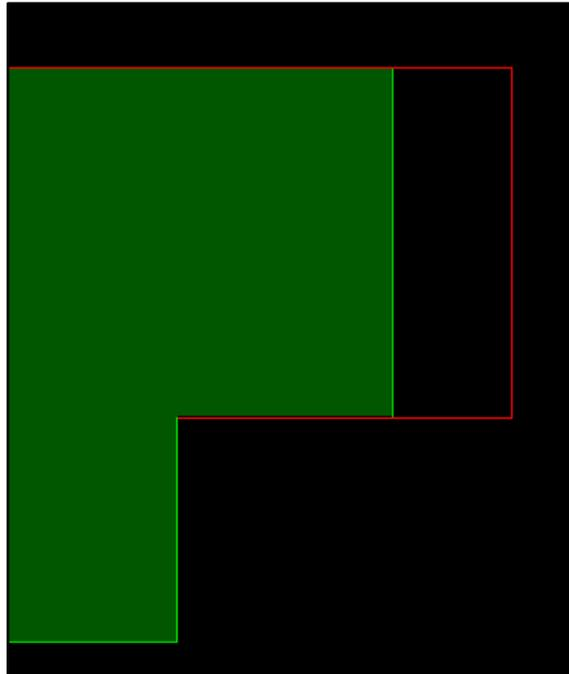

Рис. 6.53 Движение границы полигона при значении поля *Segment commands->Click->Slide*.
- **Slide** – При клике мышкой на сегменте границы полигона выделенный сегмент начнёт смещаться вдоль оси X или Y, если это возможно (Рис. 6.53).